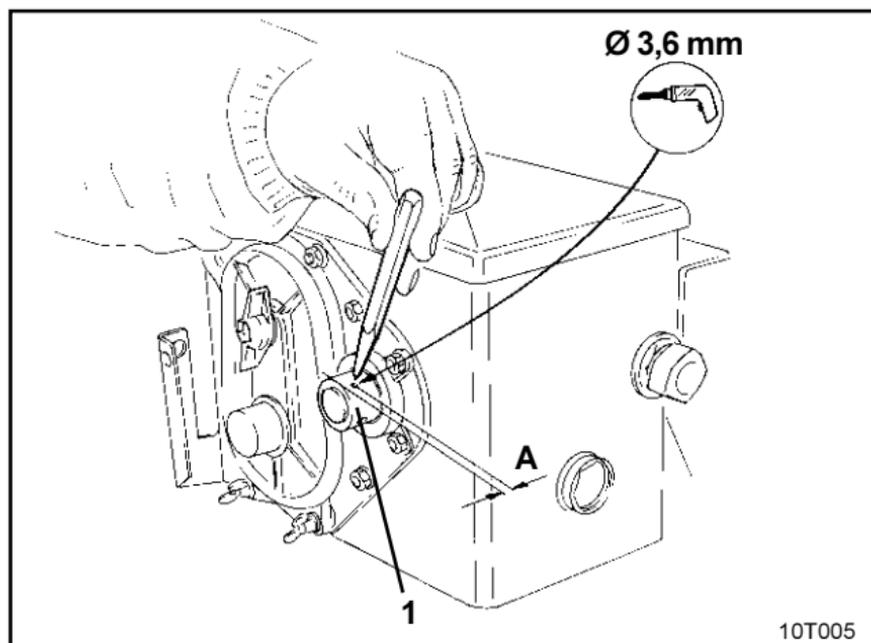

Fig. 9.2
- Sur les semoirs plus anciens, ne comportant pas de pré-perçage de fixation sur l'arbre creux du boîtier sélecteur percez auparavant un trou (\varnothing 3,6 mm) dans l'arbre creux (Fig. 9.2/1) du boîtier à l'aide du foret fourni.
- La distance A** (voir fig. 9.2) entre le rebord de l'arbre creux et le centre du trou **doit être égale à 5 mm. Avant de percer, marquez au pointeau le centre du trou.**